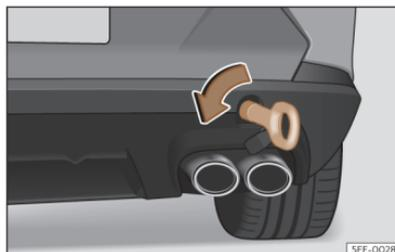

Fig. 202 En el lado derecho del paragolpes trasero: argolla de remolque enroscada.
- Enrosque la argolla de remolque en el alojamiento girándola al máximo **en el sentido contrario al de las agujas del reloj** >>> **fig. 202**, >>> Ⓞ. Utilice un objeto adecuado con el que pueda enroscar completa y firmemente la argolla de remolque en su alojamiento.